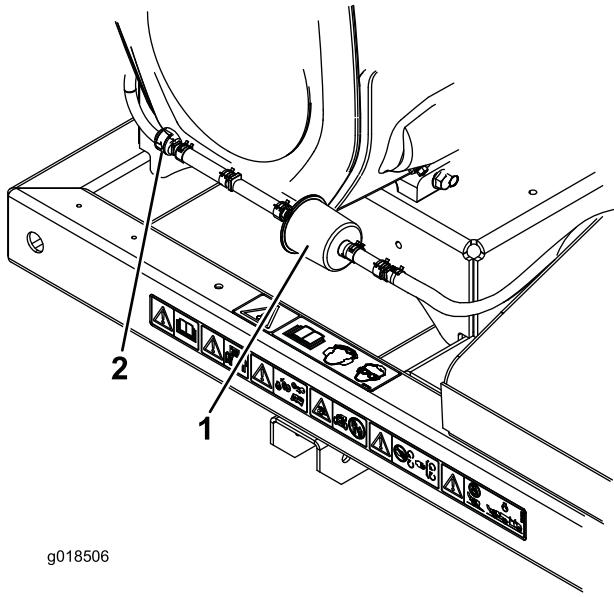

图17
2. 将碳罐净化过滤器两侧的弹簧型软管夹移离过滤器（图17）。
3. 拆下并丢弃碳过滤器（图17）。
4. 将新过滤器装入软管、使过滤器上的箭头指向单向阀、并使用软管夹固定（图17）。